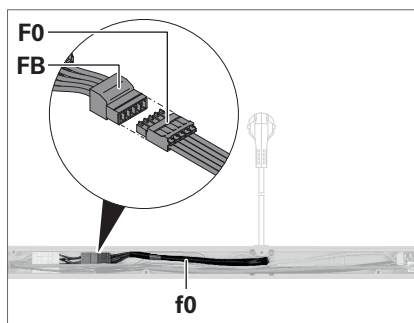

Fig. 10: Collegare la linea di alimentazione.
6. Collegare il portaconnettore a listello **F0** con la morsetteria a perno **FB** nella traversa, vedere Fig. 10.